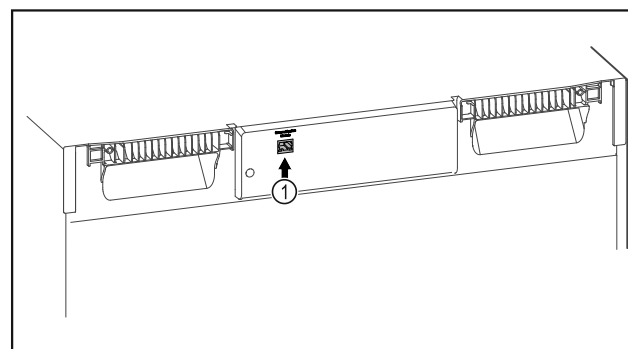

Fig. 115
- ☐ El SmartModule Fig. 115 (1) está colocado.